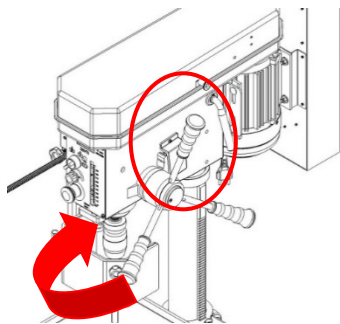

Abbildung 12
2. Diese Maschinen verfügen über ein spezielles Design zum Gewindeschneiden und eine Schnellwechsellvorrichtung. Wenn Sie möchten, dass sich die Spindel während des Gewindeschneidens rückwärts dreht und die Gewindeschneidspitze herauszieht, ziehen Sie einfach nur den Griff nach oben (wie in **Abbildung 12** gezeigt). Wenn Sie mit dem Betrieb fortfahren möchten, drücken Sie einfach den Griff nach unten. (wie in **Abbildung 13** dargestellt.)